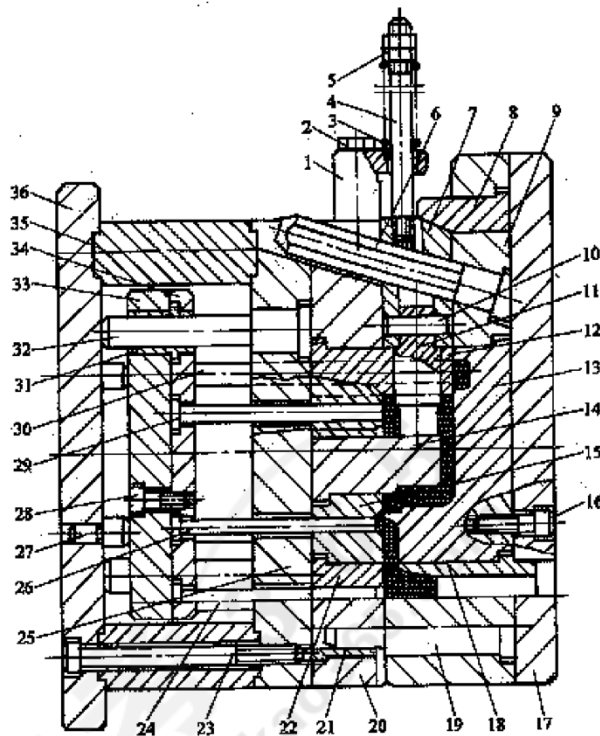

图 1 压铸模的结构图
28.分析如图 1 所示压铸模结构图, 回答下列问题: (1)指出成型零件; (2)指出分型面位置; (3)指出推杆, 并说明其作用; (4)简述模具工作过程。(12 分)